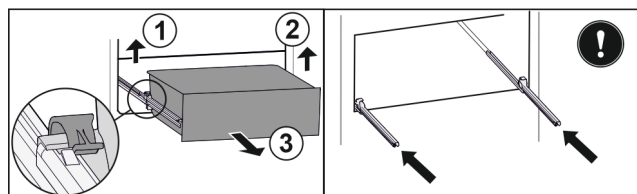

Fig. 26
- Sollevare il morsetto a sinistra e contemporaneamente tirare in avanti il cassetto a sinistra Fig. 26 (1).
- Sollevare il morsetto a destra e contemporaneamente tirare in avanti il cassetto a destra Fig. 26 (2).
- Rimuove il cassetto tirandolo in avanti Fig. 26 (3).